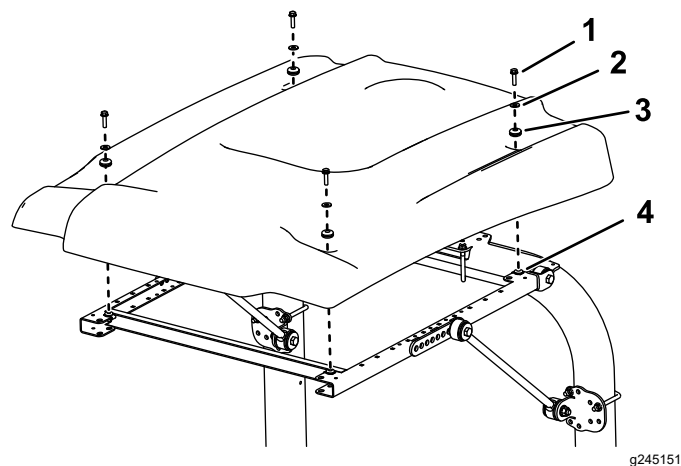

Figura 28
15. Alinee los taladros de montaje y posicione el toldo sobre el bastidor, según se muestra en Figura 28.
16. Sujete provisionalmente cada esquina del toldo al bastidor con un perno con arandela prensada (5/16" x 1 1/4"), una arandela pequeña y un anillo de goma (Figura 28).